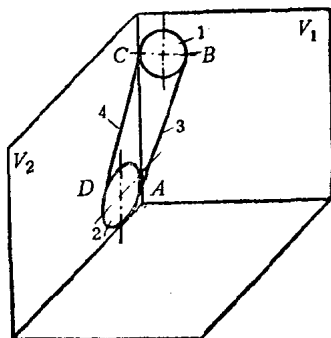

图5 半交叉传动中，皮带和皮带轮的配置
(1) 在主动边的一边，进入主动轮的皮带的中心线要跟主动轮的中心平面相重合(图5中的 AB 和 V_1)。
(2) 在从动边的一边, 进入从动轮的皮带的中心线, 要跟从动轮的中心平面相重合 (图 5 中的 CD 和 V_2)。